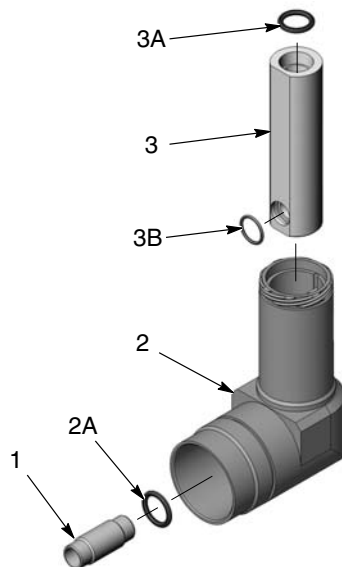

Figura 8 Despiece del conjunto de extensión
1. Ver la figura 8. Extraer el tubo de polvo (1) desde el extremo del lado de la pistola en la extensión.
2. Tirar del cuerpo de polvo (3) hacia arriba y extraerlo del extremo del lado de la boquilla en la extensión.
NOTA: Las juntas tóricas que se muestran en la figura 8 están incluidas los kits de servicio para el cuerpo de extensión y el cuerpo de polvo. Aunque haya que sustituir un componente, no es necesario extraer las juntas tóricas.
1. Ver la figura 8. Cuando se vaya a sustituir el cuerpo de extensión, asegurarse primero de que la junta tórica (2A) está instalada en la ranura del extremo del lado de la pistola del cuerpo nuevo.